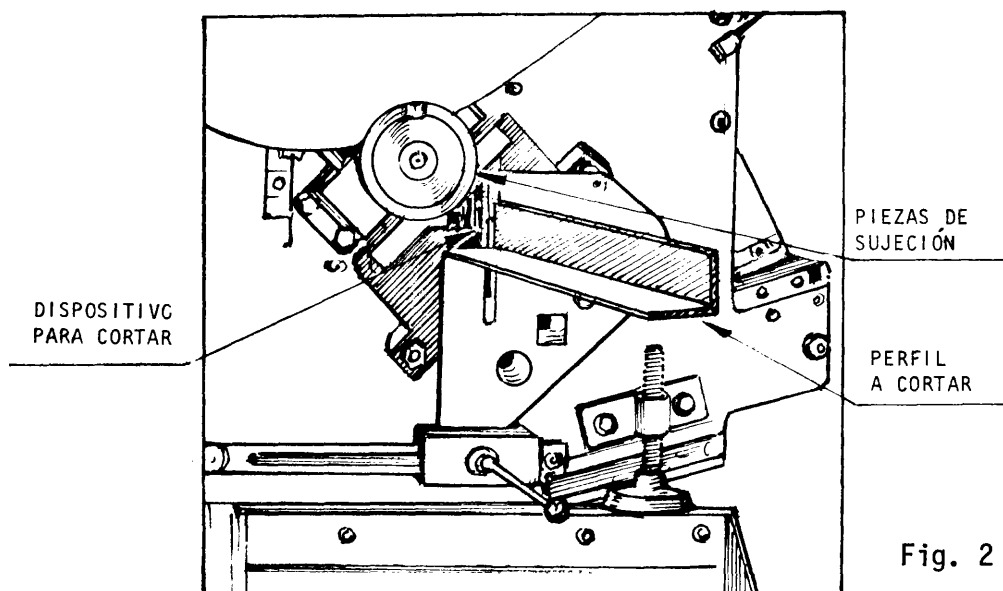

Fig. 2
- ___ b Fíjelo con el dispositivo de sujeción (fig. 2).